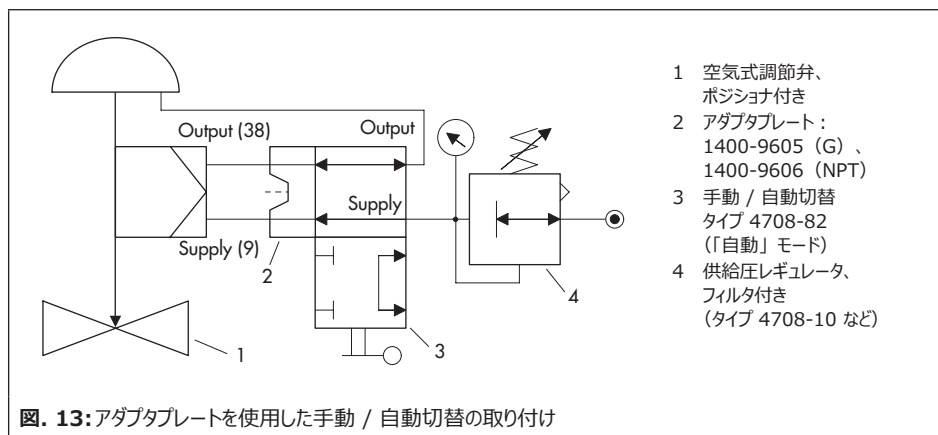

図. 13: アダプタプレートを使用した手動 / 自動切替の取り付け
- 図. 13 に記載のとおり、ポジショナとアクチュエータのフックアップを接続します。